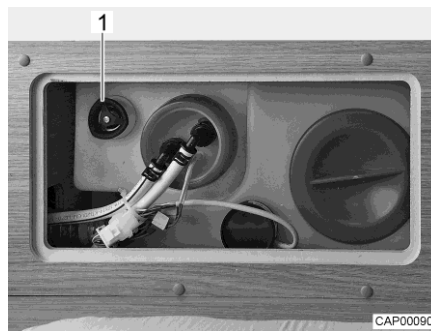

Fig. 89 Serbatoio dell'acqua con maniglia girevole
- Sul serbatoio dell'acqua ruotare la maniglia girevole (Fig. 89,1) in senso antiorario, oltre la resistenza verso l'esterno fino all'arresto, per aprire completamente l'apertura di scarico.